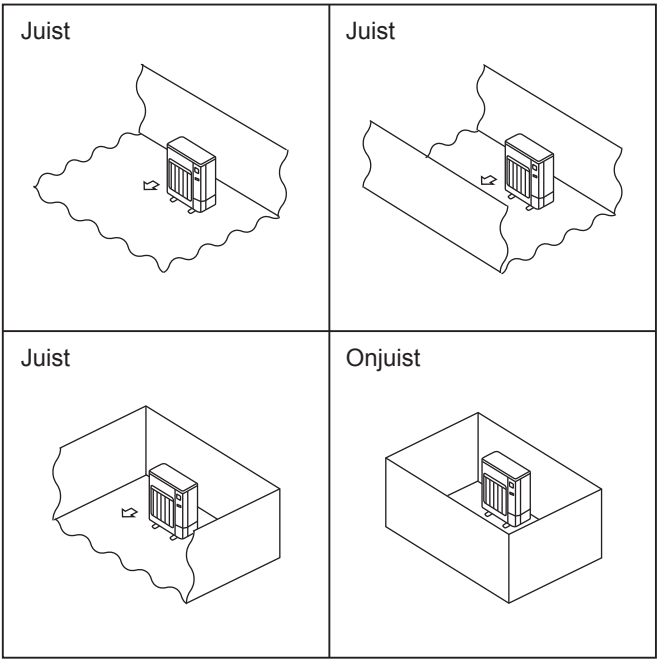

Fig. 2-2
- Ⓢ Installeer buitenapparaten op een plaats met minimaal een van de vier zijden open en in een ruimte zonder verlagenen die voldoende groot is. (Fig. 2-2)